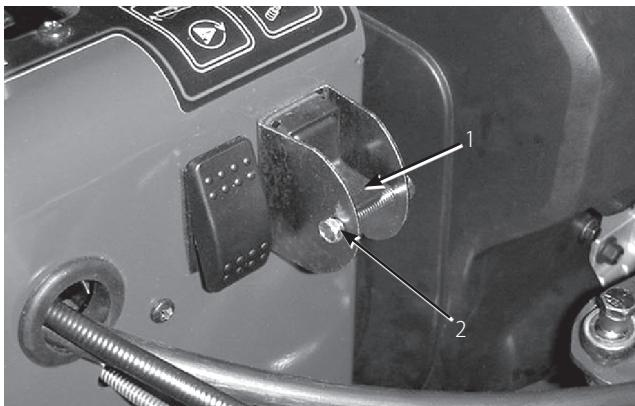

図 30
3. セレクタ・スイッチのロック用キャップスクリュとナットを外す(図30)。